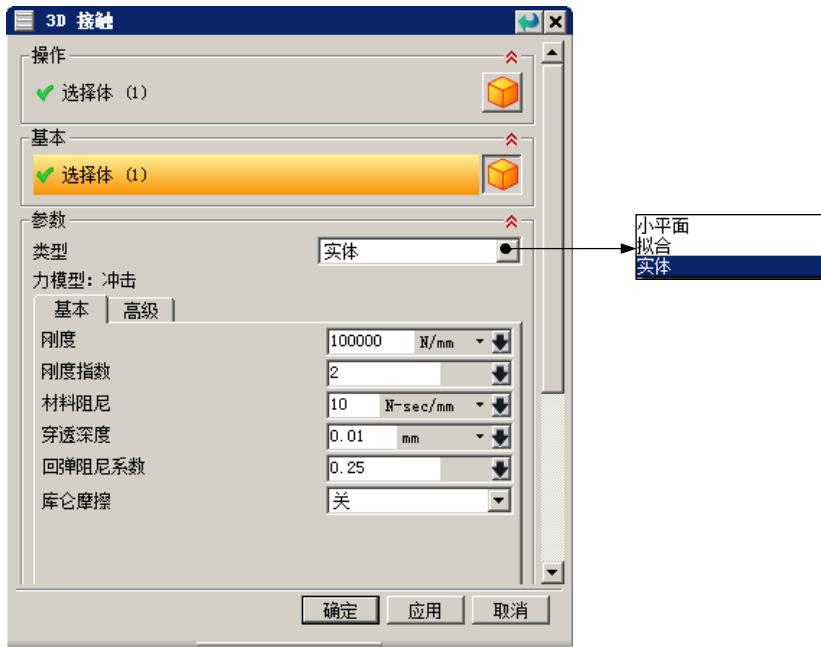

图 6.4.3 “3D 接触”对话框
(1) 选择下拉菜单**插入(S)** → **连接器(N)** → **3D接触...**命令，系统弹出图6.4.3所示的“3D接触”对话框。
为**实体**选项，其余参数按图 6.4.3 进行设置。